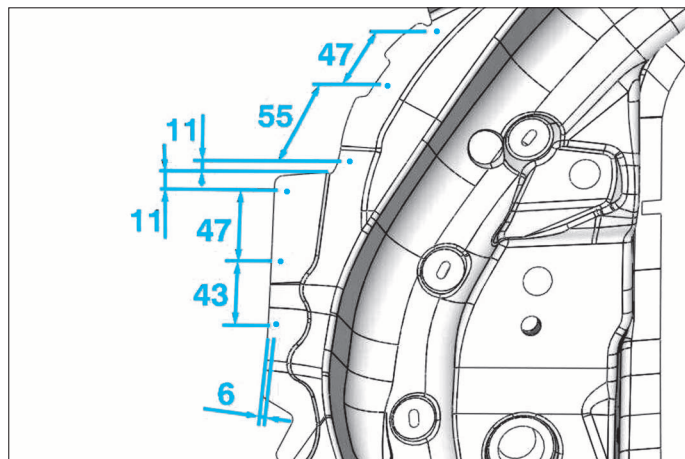

FIG. 52
- Tracer puis percer 6 trous de Ø 6.5 mm suivant les cotes indiquées pour le soudage (Fig.52).